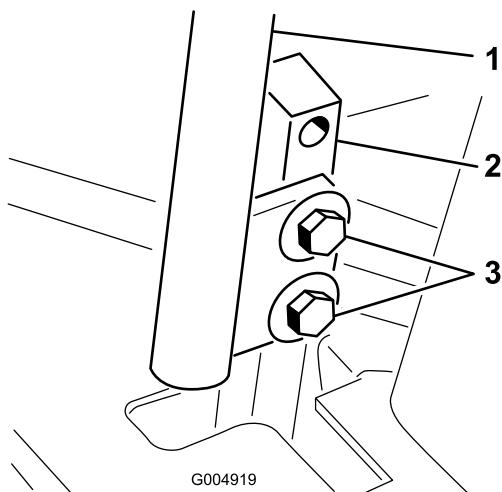

Figura 88
3. Afloje los pernos que sujetan las palancas de control (Figura 88).